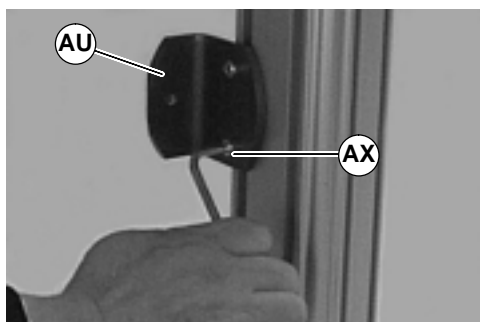

Figure 31
3. Verstrebungsträger (AU siehe Abbildung 31) mit M6-Schrauben (AX) befestigen. Die Schrauben mit 9 Nm festziehen.